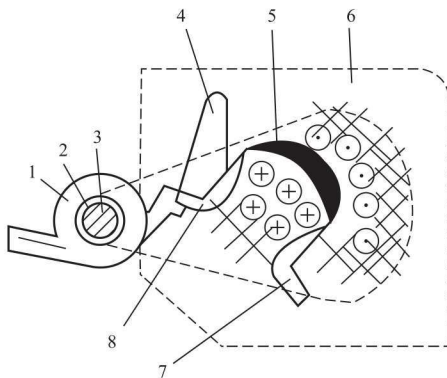

图 1-3 磁吹灭弧原理示意图
(1) 机械灭弧法。机械灭弧法是通过机械装置将电弧迅速拉长，适用于低压开关电器领域。
(2) 磁吹灭弧法。图 1-3 所示为磁吹灭弧装置示意图。由磁吹线圈、引弧角和导弧磁夹板等部件组成。由图可知，磁吹线圈产生的磁场其磁通比较集中，它经铁芯和导弧磁夹板进入电弧空间。于是，电弧在磁场的作用下，在灭弧罩内部迅速向上运动，并在引弧角处被拉到最长。在运动过程中，电弧一方面被拉长，另一方面又被冷却，因此电弧能迅速熄灭。该方法适用于低压直流接触器等领域。
(3) 窄（纵）缝灭弧法。在电弧所形成的磁场电动力的作用下，可使电弧拉长并进入灭弧罩